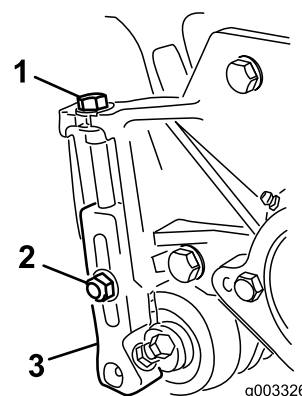

Figura 11
3. Allentate i dadi di bloccaggio che fissano le staffe dell'altezza di taglio sulle piastre laterali dell'apparato di taglio (Figura 11).